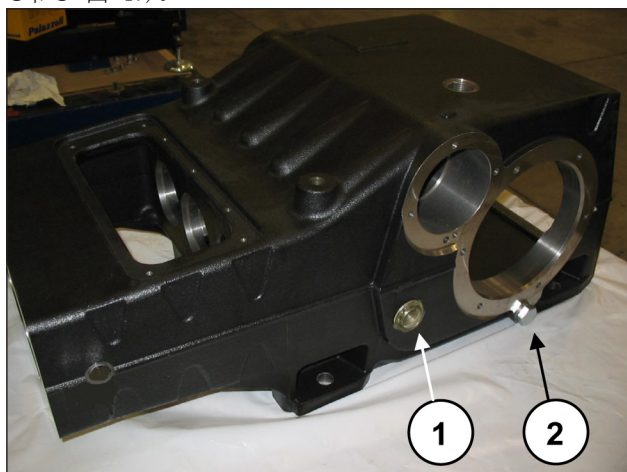

图 47
安装两个油位指示器、两个排油塞和90°快速接头(位置①、②和③ 图 47)。